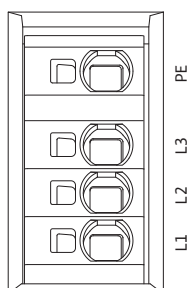

Fig. 28: bornes de potencia (bornes de alimentación eléctrica)
- Bornes de potencia (bornes de alimentación eléctrica) (Fig. 28)